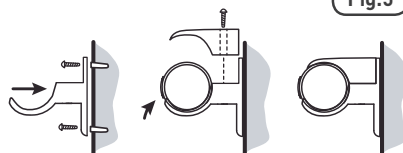

Fig. 5
- Une fois qu'un emplacement adapté a été choisi, visser les deux moitiés inférieures des supports au mur [Fig. 5].